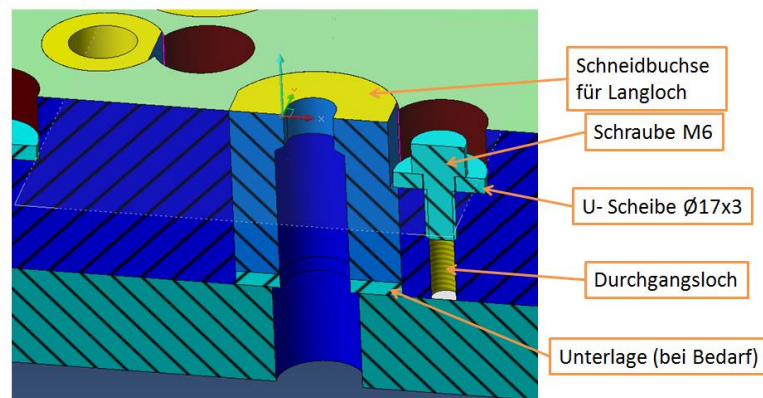

Abbildung 3.14
- 3.14.** Die Schneidbuchsen im Werkzeug sind wie in Abbildung 3.14 zu gestalten.